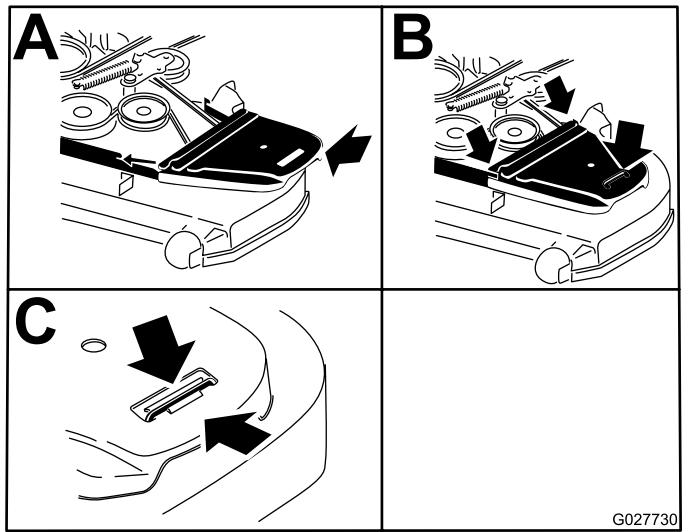

Figure 87
14. Reposez les couvercles de courroies ainsi que les boulons qui sont fixés dessus (Figure 87).